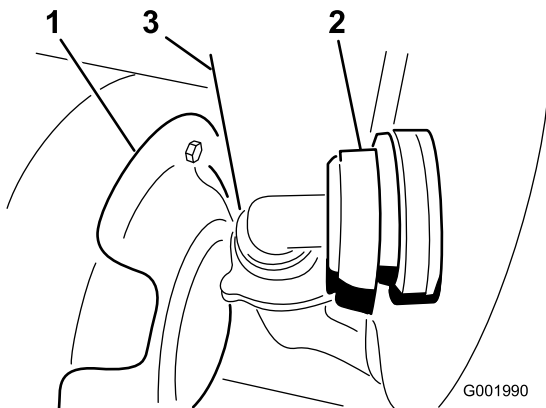

図 54
3. タンクの前壁の下にあるホースを外す (図 54)。
注 防熱シールド (図 54) を押しのけないとカバーが取り外せない場合があります。
7. タンク前面下のホースを接続する (図 54)。